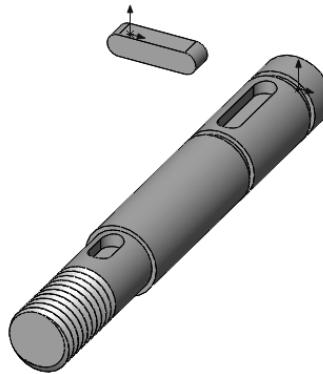

图 7-6 插入“平键 1”零件
- [5] 单击图形区域以放置零部件，装配体中插入“平键 1”零件，如图 7-6 所示。